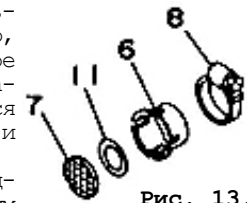

Рис. 13.
9.3.8. Демонтировать сетку искрогасителя поз. 7 (рис. 13) вы-
пускного отверстия поз. 8 (рис. 1), ослабив хомут крепления поз. 8 (рис. 13). Удалить загрязнения механическим способом. Установить сетку на штатное место, затянуть хомут. При обнаружении поврежденной сетку заменить оригинальной EG-N188-L07.